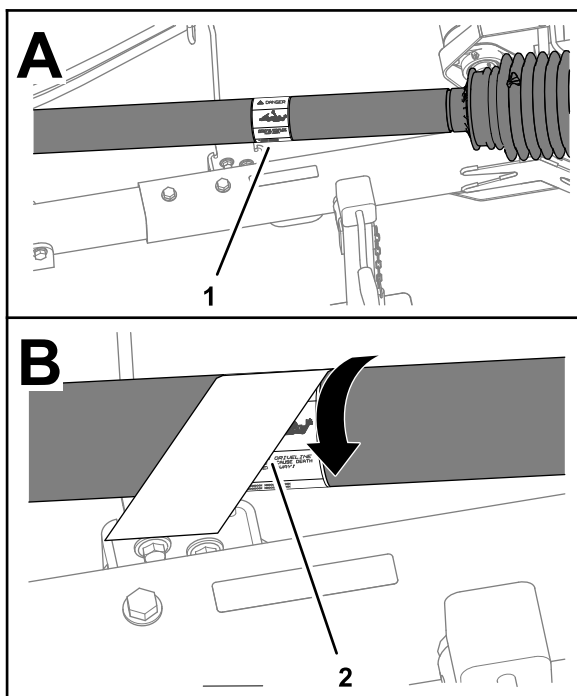

Figura 3
1. Rode o resguardo do eixo da tomada de força para aceder ao autocolante de emaranhamento existente (Figura 3).
4. Coloque o autocolante de emaranhamento CE por cima do autocolante de emaranhamento existente (Figura 3).